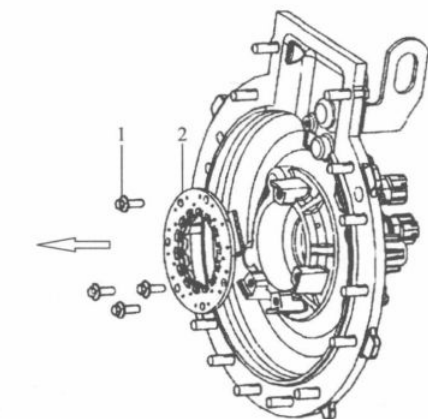

图 1-1-10
① 当旋变定子需要维修时，对箱体端盖进行拆卸，电机的旋变就安装在端盖上（图 1-1-10）。
② 用扳手将螺栓 1 拧下，将定子引出线从旋变接插件中拔出后取出旋变定子 2。
③ 维修完旋变定子后，就可以安装后端盖了。